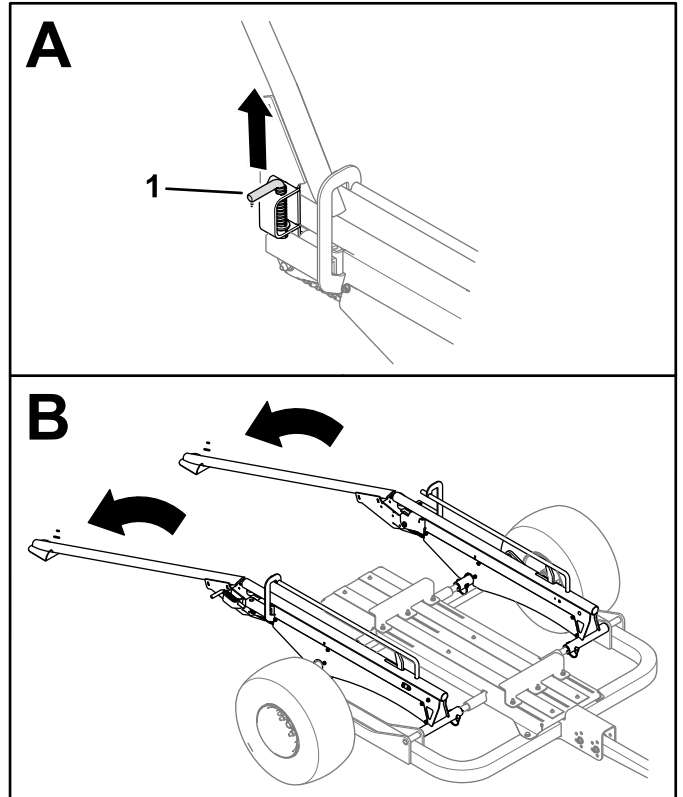

Figura 28
2. Trageți pinii zăvorului de pe ambele părți ale remorcii pentru a elibera inele sau platformele de încărcare și coborâi-le la sol (Figura 28).